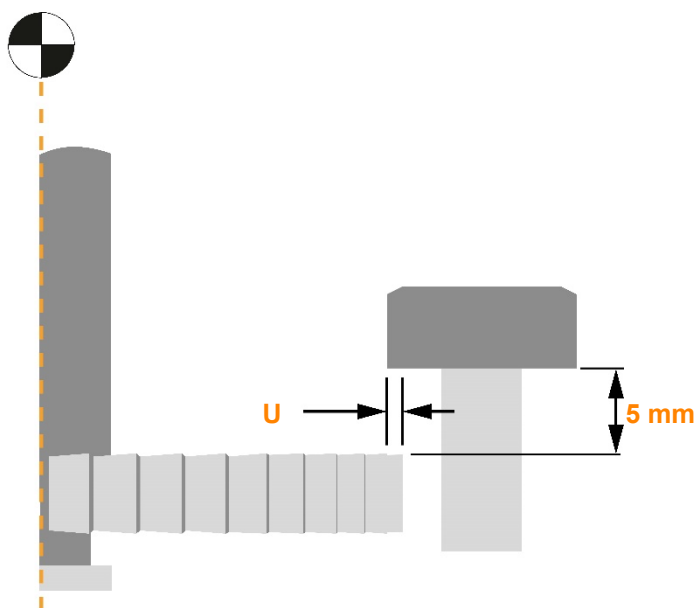

Figura 5.5 Medição do comprimento da ferramenta
- Uu = A distância radial incremental para o posicionamento da ponta (ver Figura 5.5).